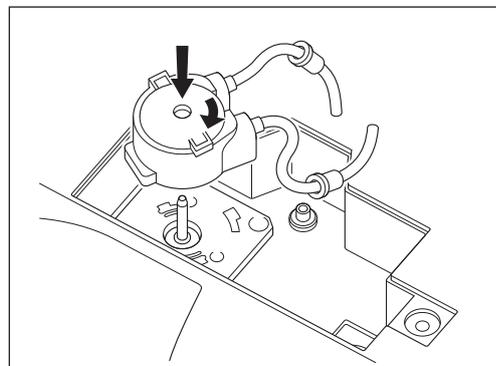

Fig. 55
- 7) Insérez la nouvelle pompe d'irrigation (option) sur l'arbre d'entraînement. Tournez-la dans le sens des aiguilles d'une montre jusqu'à ce qu'un déclic se produise (Fig. 55).